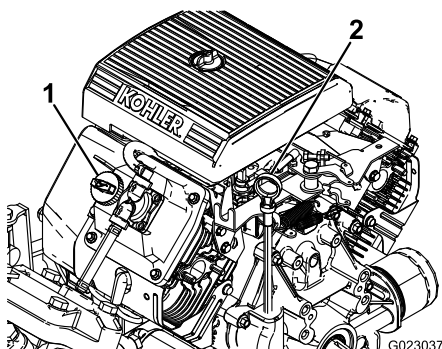

Figura 37
2. Togliete l'asta di livello ed asciugatela con un panno pulito (Figura 37). Inserite l'asta di livello nel tubo e verificate che sia inserita a fondo. Rimuovete l'asta e controllate il livello dell'olio.
3. Se il livello dell'olio è basso, togliete il tappo di rifornimento dal coperchio della valvola (Figura 37) e versate dell'olio fino a portarne il livello al segno di pieno sull'asta. Versate l'olio lentamente, controllando spesso il livello durante questa operazione. Non riempite troppo.
8. Versate lentamente circa l'80% della quantità indicata d'olio nel bocchettone di rifornimento (Figura 37).